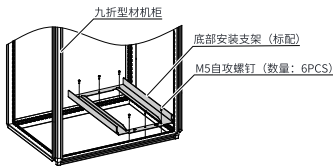

图5-37 底部安装支架安装示意图
- 用6个M5自攻螺钉，把安装支架固定在九折型材机柜框架底座上，如第82页“图5-37”所示。